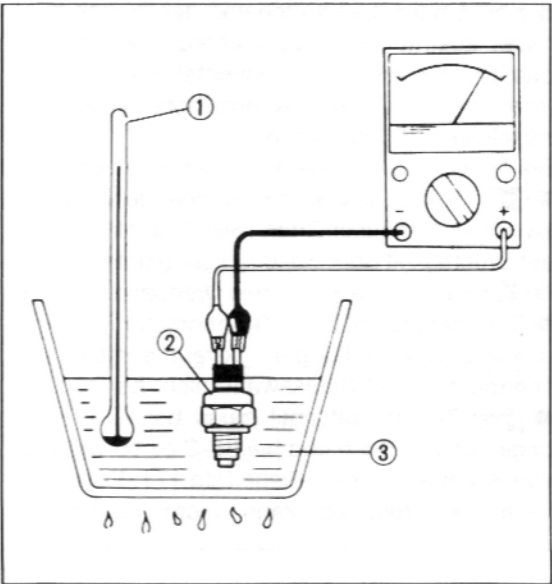

Bild 172
-  Schalter darf bis 98°C keinen Durchgang haben (Widerstand ∞). Ab $105^{\circ}\text{C} \pm 3^{\circ}\text{C}$ muss Durchgang frei sein (kein Widerstand). Beim Abkühlen kann Durchgang bis 90°C frei sein. Siehe Bild 172.